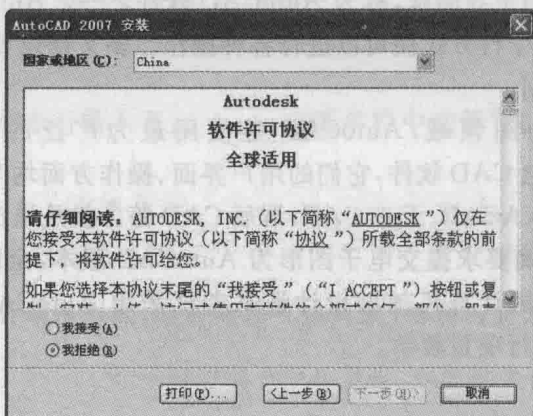

图 1-4 许可协议界面
(3)在弹出的接受许可协议界面中选择“我接受”单选框,单击“下一步”按钮继续安装。如图 1-4 所示。